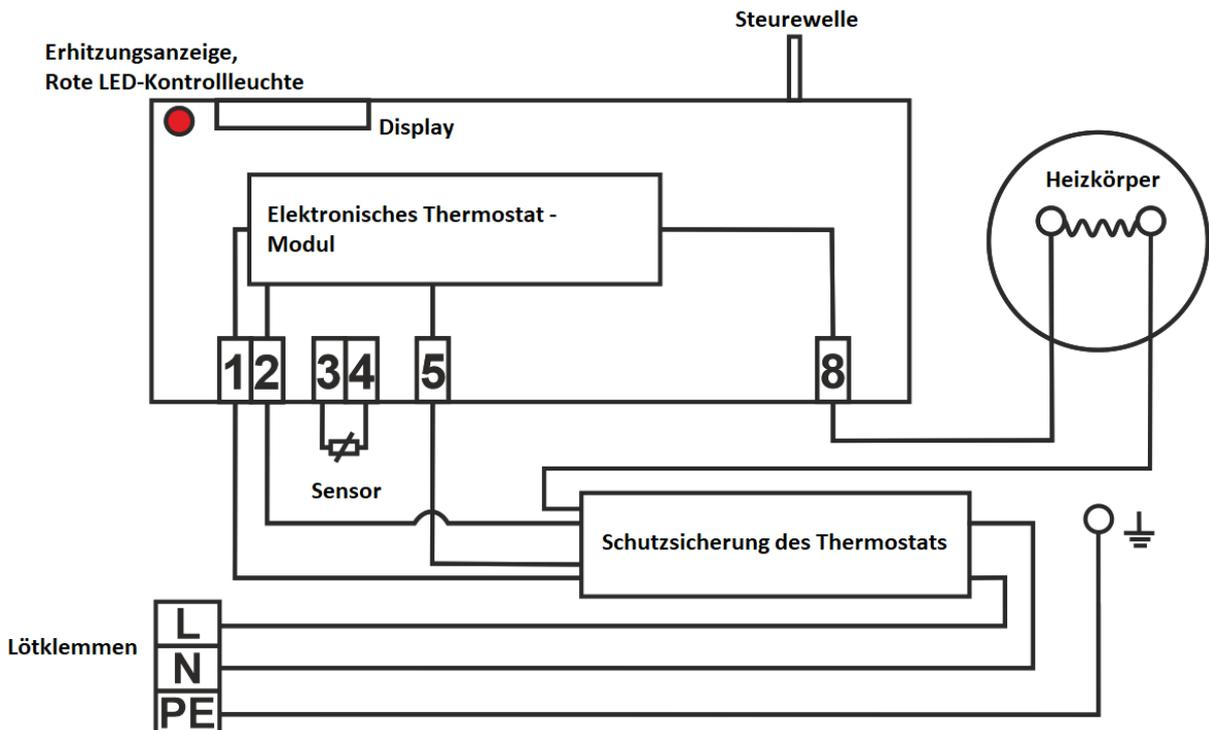

Abbildung 7
Der werkseitig vorgenommene Anschluss darf nicht geändert werden! (Abbildung 7). Die elektrischen Teile des Warmwasserbereiters sind von Schutzklasse IP 44. Die Leistungsaufnahme des Heizkörpers beträgt 2000W.
- Das Schema für den elektrischen Anschluss ist dem Wassererhitzer beigelegt, es befindet sich an der Abdeckung der Elektroinstallation (Abbildung 7).